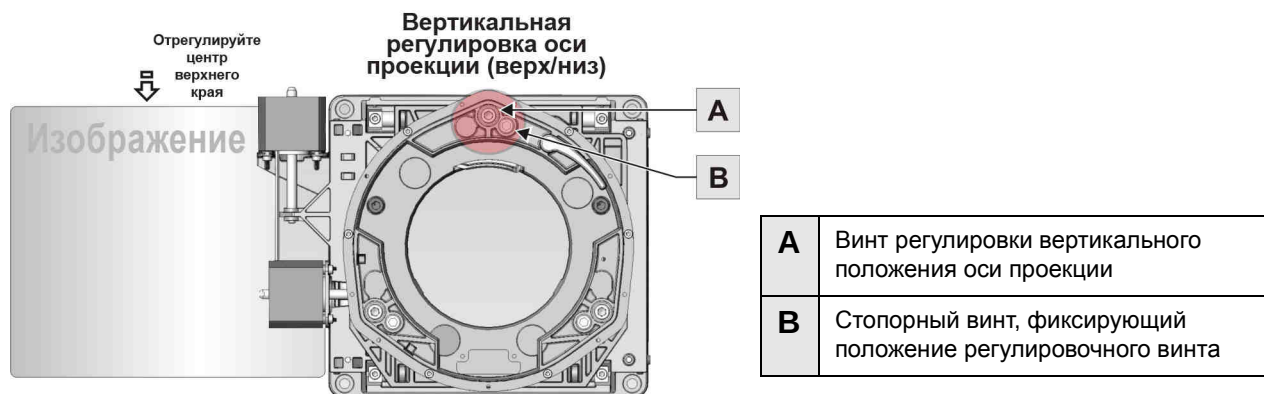

Рис. 2-17 Регулировка изображения по вертикали
3. Ослабьте стопорный винт с помощью шестигранника на 5 мм (**Рис. 2-17/B**).
4. Поверните винт регулировки вертикального положения оси проекции на 1/8 оборота против часовой стрелки с помощью шестигранника на 5 мм. (**Рис. 2-17/A**).